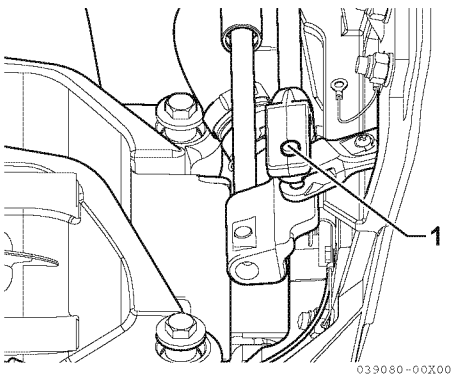

Figura 7
3. Lubrique la clavija de horquilla del sistema de manejo (1, **Figura 7**).